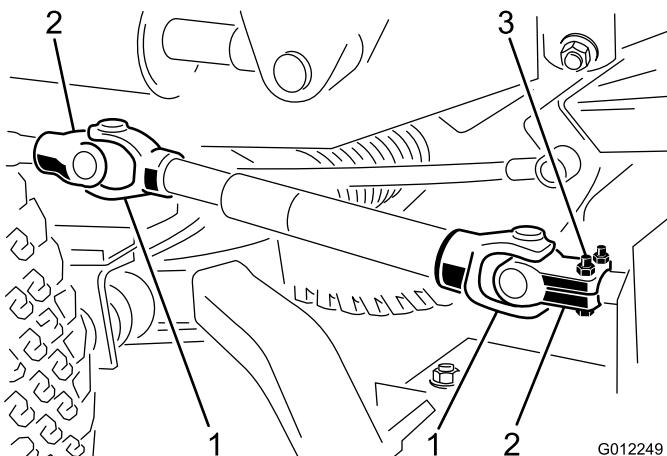

図 8
1. ヨークの穴をギアボックスの入力シャフトの穴に合わせる。ヨークをシャフトに入れ、ロールピンとキャップスクリュ（5/16 x 1-3/4 インチ）2本とロックナット（5/16 インチ）で固定する（図 8）。